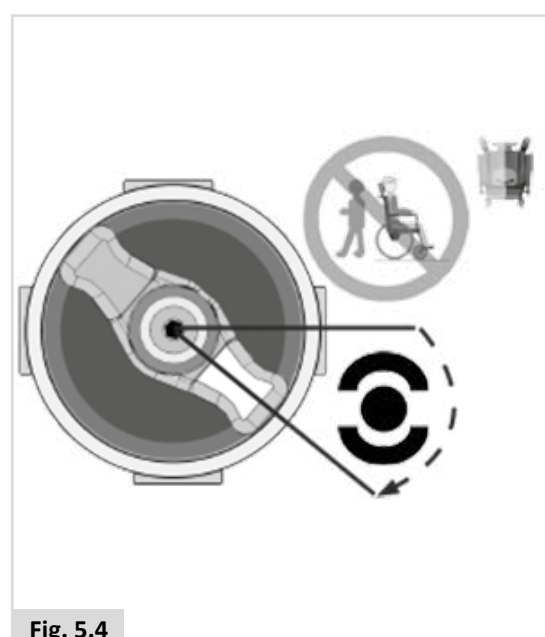
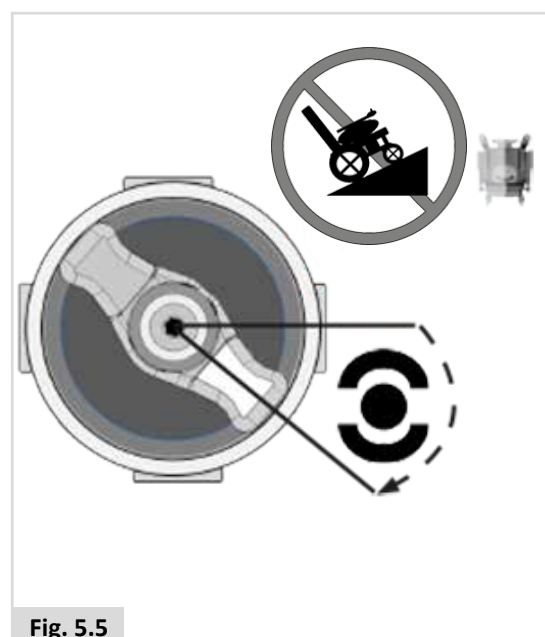

Fig. 5.4
Fig. 5.5
2. Om de motoren te ontkoppelen: (Fig. 5.4 - Fig. 5.5).